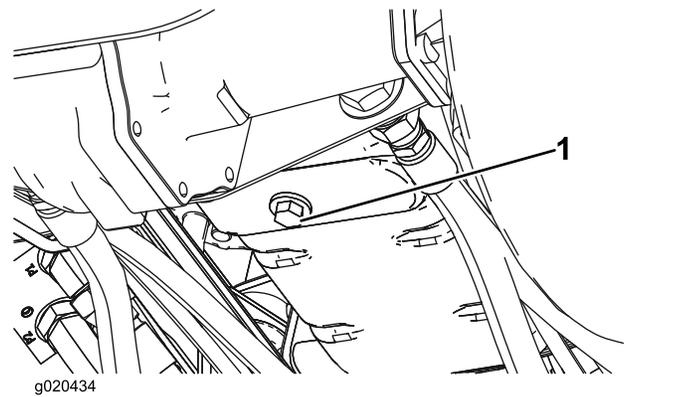

Bild 59
1. Entfernen Sie die Ablassschraube (Bild 59) und lassen Sie das Öl in die Auffangwanne ab. Schrauben Sie die Ablassschraube wieder ein, nachdem das Öl abgelassen ist.